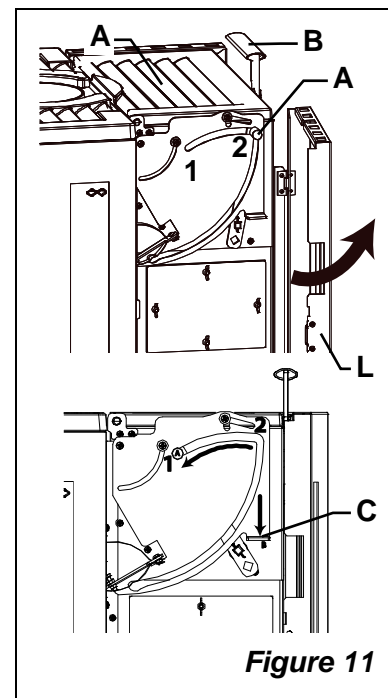

Figure 11
- 1) Ouvrir la porte latérale d'accès aux organes mécaniques. (L Figure 11);
- 2) Vérifier le positionnement correct du levier **A** dans la position **2** (Figure 11); **ATTENTION:** Si la manette est déplacée vers la partie avant du poêle position **1**, il sera impossible d'ouvrir le couvercle réservoir.
- 3) Ouvrir la poignée du couvercle réservoir des pellets **B** Figure 11;
- 8) Exercer une légère pression sur le point **C** Figure 11 pour permettre le mouvement du pommeau **A** dans le sens indiqué par la flèche (position **1**): de cette façon les pellets dans le compartiment descendront dans le réservoir.